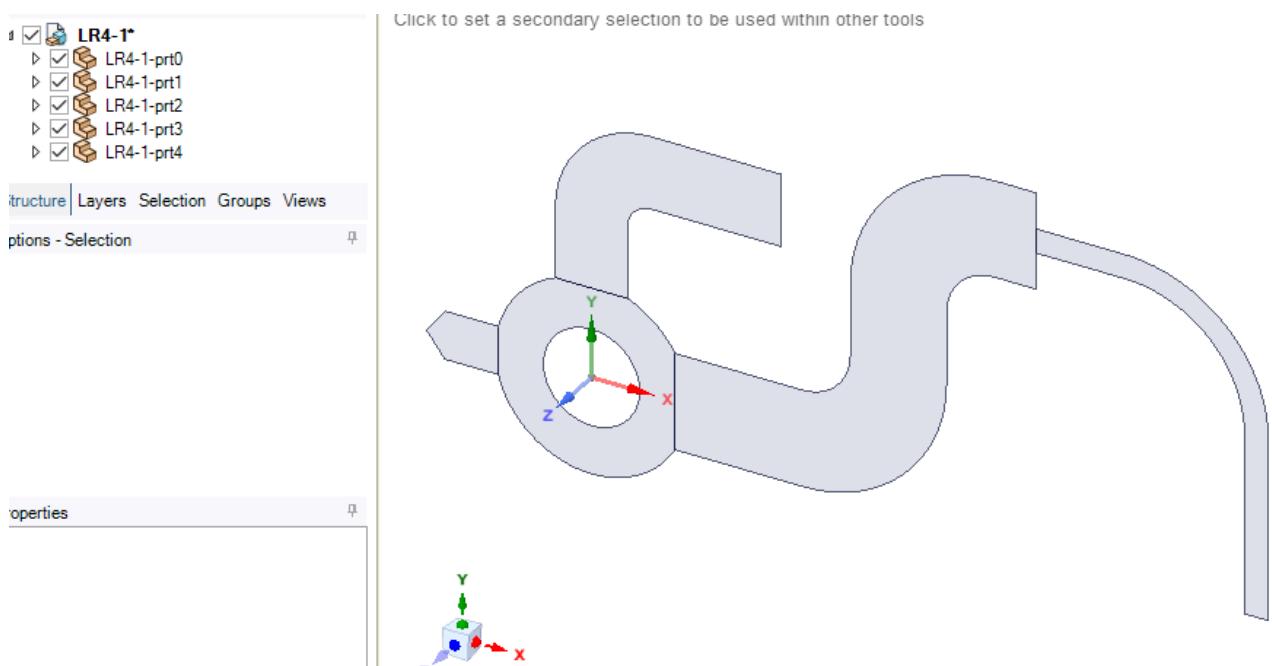

Рис. 8. Импорт геометрии
3.3. Для того чтобы найти созданную геометрию, переходим в папку с ней и выбираем отображение всех форматов – **All Files (\*.\*)**. Нажимаем на созданную геометрию с расширением «.x\_t» и нажимаем кнопку Открыть. Импортированная геометрия показан на рис. 8.